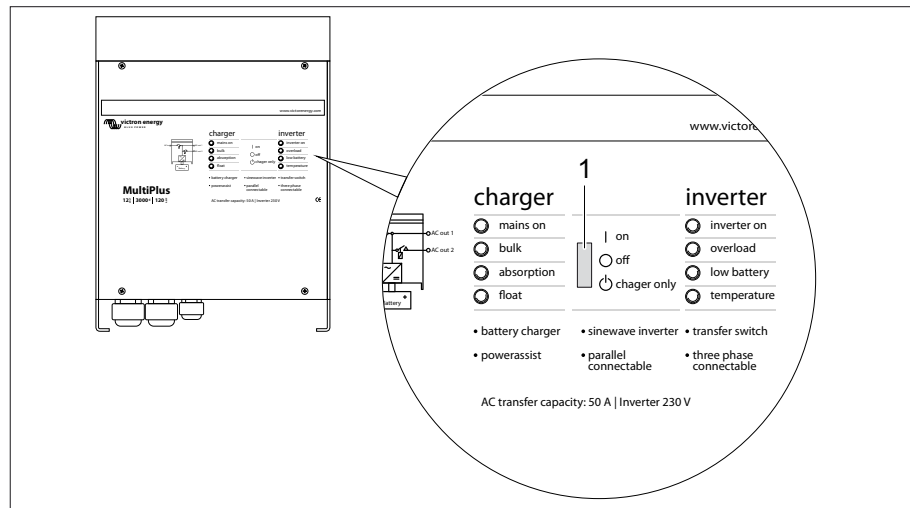

Fig. 238 Convertidor MultiPlus
Para el buen funcionamiento del Panel Digital Multi Control, el interruptor oscilante en el convertidor MultiPlus (Fig. 238,1) debe estar en "on".
Posiciones del interruptor oscilante (Fig. 238,1)
- ▷ Si no hay ninguna conexión de 230 V y el vehículo ya no se utiliza, el interruptor oscilante (Fig. 238,1) debe estar en "off". De lo contrario, puede ser que las baterías estén agotadas después de 3-4 días.